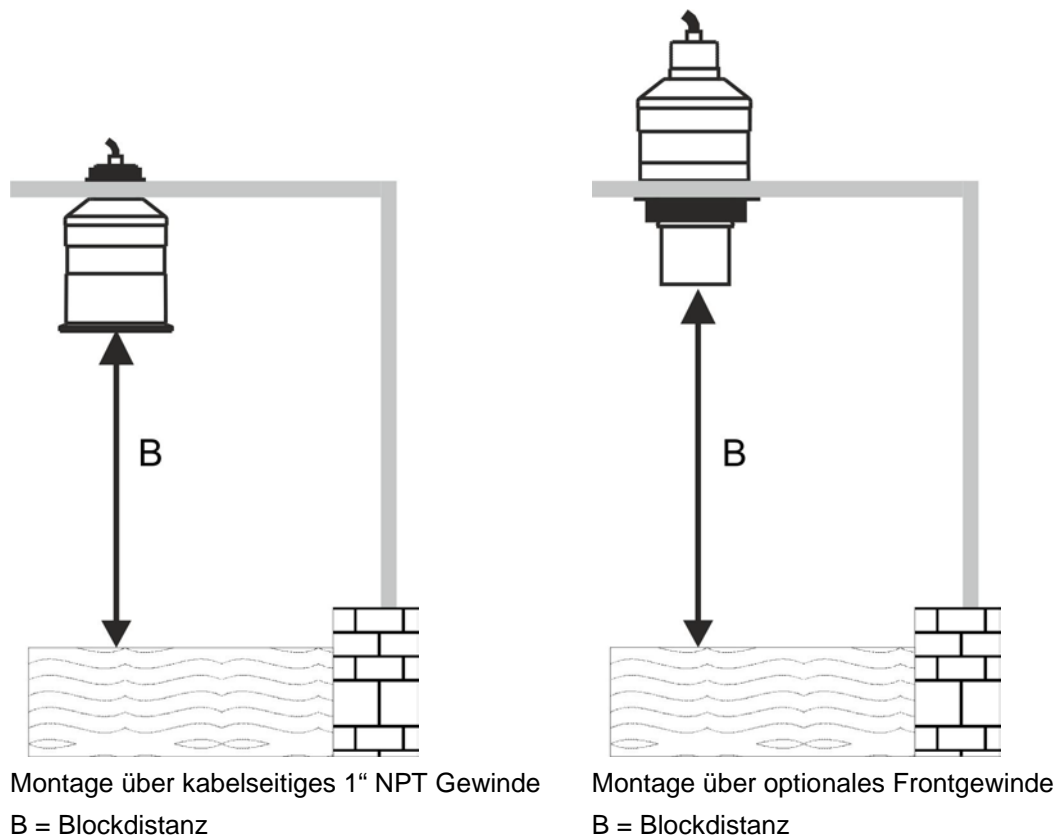

Abb. 5-1 Sensormontage mithilfe einer Halterung
- Sensor in eine **Halterung**, die an die Applikation angepasst ist, einsetzen und entweder über das kabelseitige 1" NPT Gewinde oder das 1½" bzw. 2" Frontgewinde (modellabhängig) sichern (siehe *Abb. 5-1*).